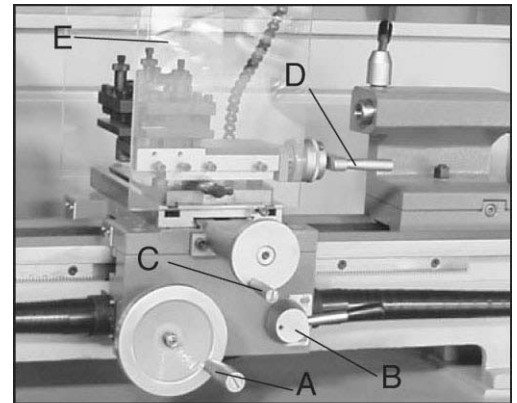

Fig. 15
9. Hauptschlitten Vorschub (Fig. 15, A)
10. Automatischer Schlittenvorschub (Fig. 15, B)
11. Querschlitten Vorschub (Fig. 15, C)
12. Oberschlitten Vorschub (Fig. 15, D)
13. Drehen des Wechselhalters (Fig. 15, E)